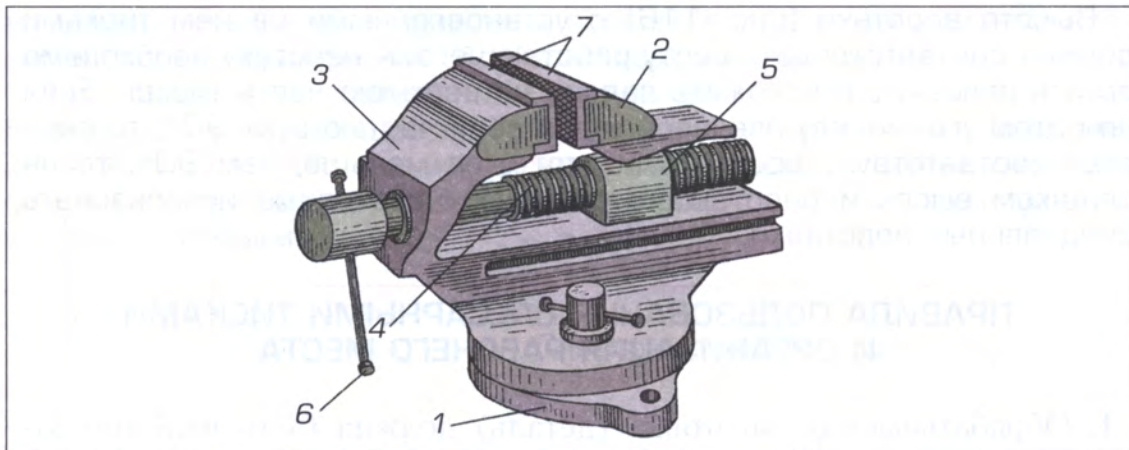

Рис. 115. Слесарные тиски
Устройство слесарных тисков (рис. 115): основание (1) – с его помощью тиски болтами крепятся к крышке верстака. Верхняя часть тисков может поворачиваться на основании, поэтому тиски называют поворотными; неподвижная губка (2); подвижная губка (3); винт (4); гайка (5); рукоятка (6); сменные пластины (7). Их приворачивают к губкам винтами и используют для увеличения срока службы